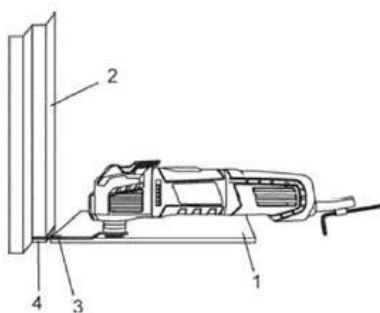

Fig. 9
2. Puneți pe podea o dală care nu vă trebuie (1), aproximativ la 12,5 mm de la tocul ușii (2) fig. 9).